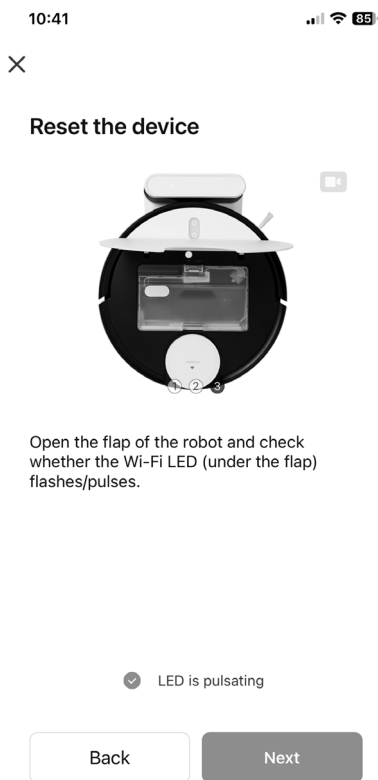

Fig. 5
- ▶ Se il LED pulsa visibilmente, fare clic sul pulsante **LED IS PULSATING** (**vedi Fig. 5**).